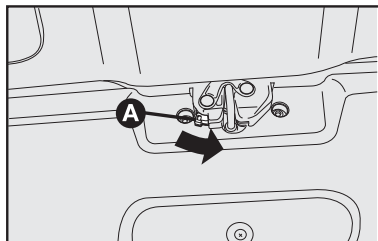

fig. 95
- Dentro do compartimento de bagagens junto a fechadura, atuar na trava de abertura **A** no sentido da seta, **fig. 95**.